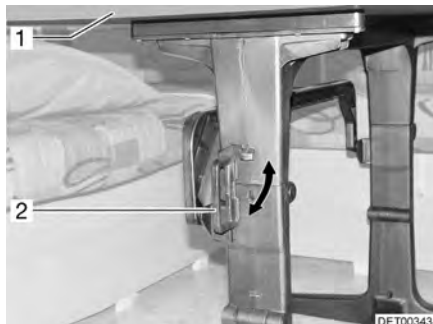

Fig. 69 Tavolo orientabile
- Ruotare la maniglia (Fig. 69,2) in posizione orizzontale.
- Ruotare il piano del tavolo (Fig. 69,1) formando un arco verso il basso.